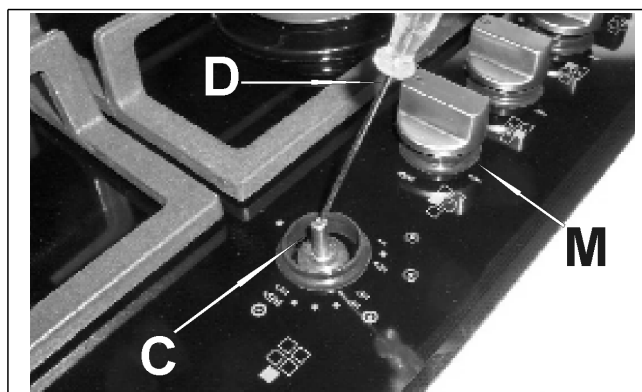

РИС. 14
- Снимите ручку вентиля „М” (рис. 14), которая просто надевается на стержень и больше ничем не закреплена.
- Вставьте маленькую отвертку „D” в отверстие „С” (рис. 14) и поворачивайте вправо или влево стопорный винт, до тех пор, пока пламя конфорки не отрегулируется до соответствующего положению «Минимум».